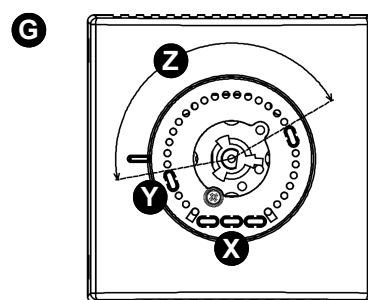

Fig. 12.
2. Prelevare i cavalieri meccanici (X) parcheggiati a lato della sede manopola e posizionarli (Y) come nell'esempio di Fig. 12.